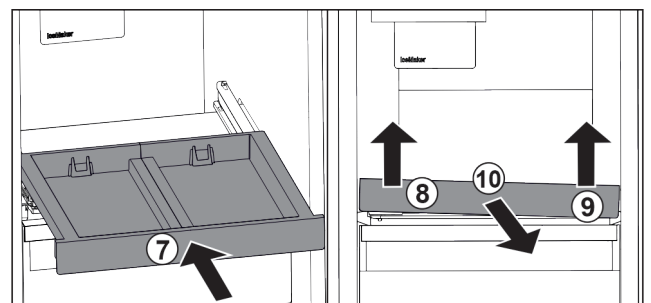

Fig. 103
- Auszugsbord einschieben. Fig. 103 (7)
- Auszugsbord vorne links anheben. Fig. 103 (8)
- Auszugsbord vorne rechts anheben. Fig. 103 (9)
- Auszugsbord nach vorne entnehmen. Fig. 103 (10)